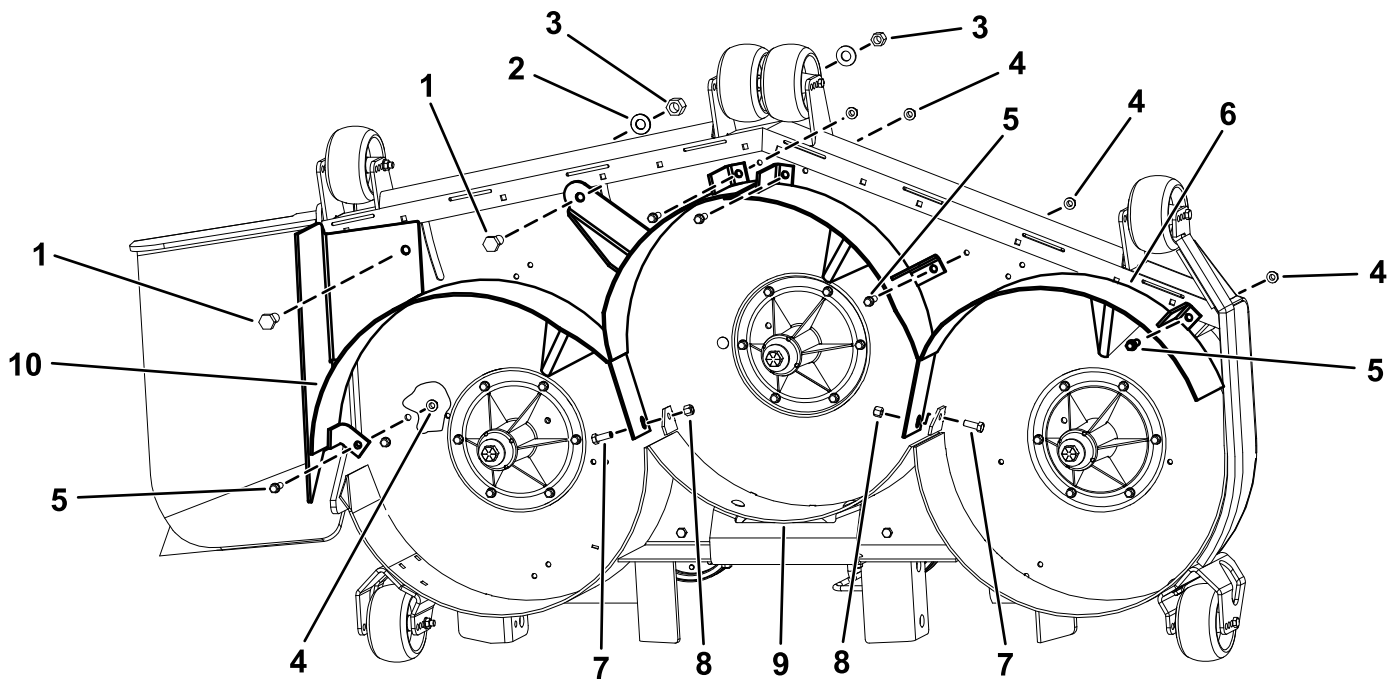

Figura 3
1. Instale o abafador direito na plataforma (Figura 3).
2. Prenda sem apertar o abafador direito na parte superior da plataforma utilizando dois parafusos ($\frac{1}{2}$ pol. x 1 pol.), dois parafusos autorroscantes ($\frac{3}{8}$ x 1 pol.), duas porcas ($\frac{1}{2}$ pol.) e duas anilhas ($\frac{1}{2}$ pol.) e duas porcas de bloqueio ($\frac{3}{8}$ pol.) como se mostra na Figura 3.
3. Instale sem apertar o abafador direito no abafador traseiro utilizando um parafuso ($\frac{3}{8}$ x 1 pol.) e uma porca ($\frac{3}{8}$ pol.) como se mostra na Figura 3.
4. Instale o abafador esquerdo na plataforma (Figura 3).
5. Instale sem apertar o abafador esquerdo na parte superior da plataforma com 3 parafusos autorroscantes ($\frac{3}{8}$ pol. x 1 pol.) e três porcas flangeadas ($\frac{3}{8}$ pol.), como se mostra na Figura 3.
6. Instale sem apertar o abafador esquerdo no abafador traseiro utilizando um parafuso ($\frac{3}{8}$ x 1 pol.) e uma porca ($\frac{3}{8}$ pol.) como se mostra na Figura 3.